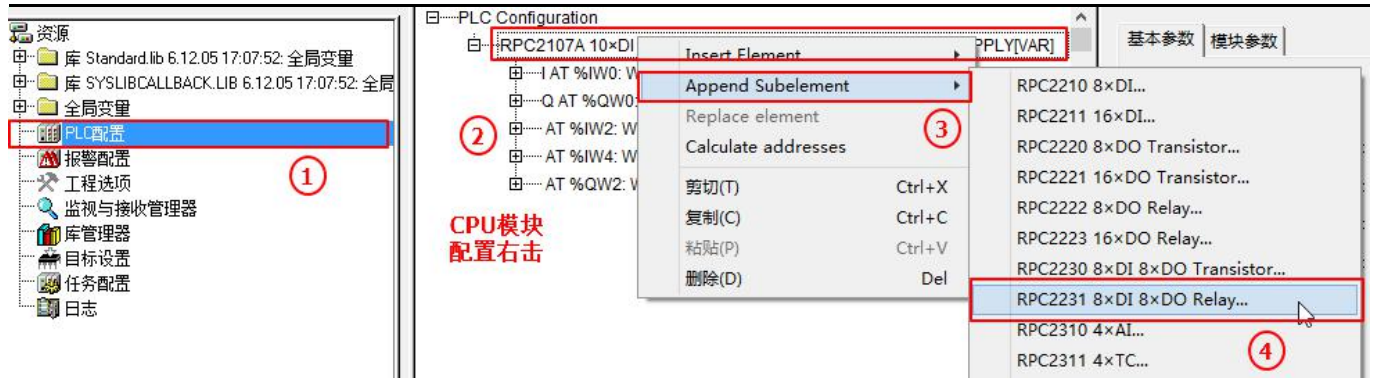

图 12 扩展模块添加
扩展模块需要在 CPU 模块配置以后进行配置添加。在 CPU 模块配置信息处右击鼠标，会弹出如图 12 所示菜单。鼠标移动可以进行对应 DI DO 扩展模块型号选择，重复此步骤可以对扩展模块进行多个依次顺序添加（请参考图 12 所示①、②、③、④步骤进行扩展模块添加）。